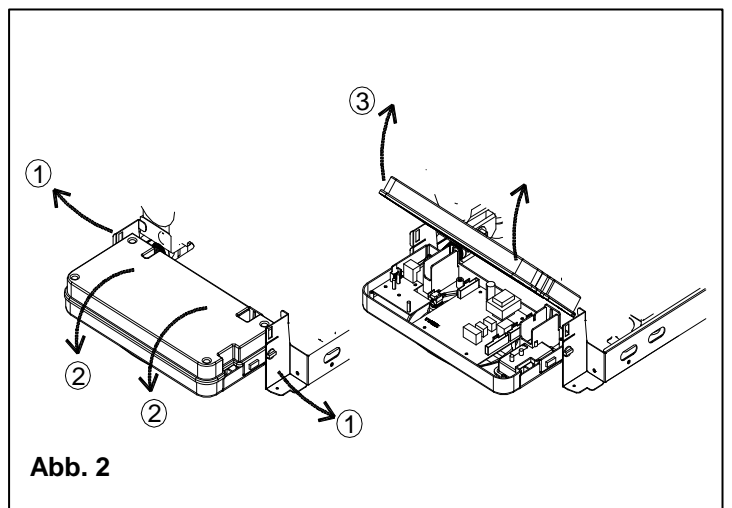

Abb. 2
- Gleichzeitig die Trägerbügel der Schalttafel (Abb. 2) packen und auseinanderziehen, die Schalttafel umkippen und nach unten drehen lassen;
Der Heizkessel mit natürlichem Zug ist mit einer Vorrichtung (Abb. 2) ausgestattet, die das korrekte Entsorgen der Abgase der Verbrennung kontrolliert: Die Vorrichtung gewährleistet die höchste Sicherheit während des Betriebes.